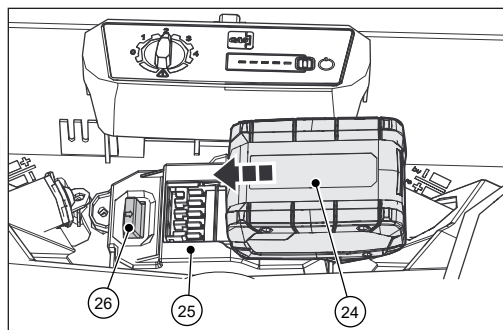

Afb. 3a
1. Plaats jezelf tussen de duwstang (1) voor het apparaat.
2. Plaats een van de twee greepgarnituren met de grendelnok op het greepgarnituur (10) in de daarvoor bestemde groef op het frame (A) zodat het op zijn plaats kan vastklikken (afbeelding 3a).